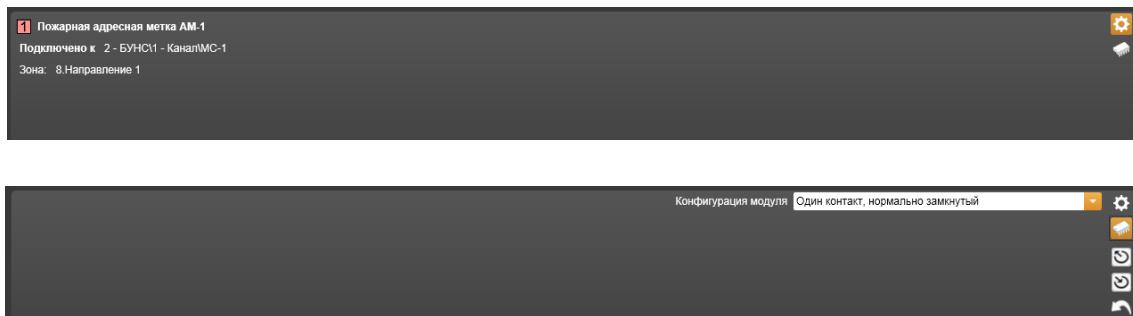

Рисунок 14.3.62 – Свойства Пожарной адресной метки АМ-1 (АМ-1П)
23) **Пожарная адресная метка АМ-1 (АМ-1П)** (Рисунок 14.3.62).
- – **Параметры по умолчанию** – значок, при щелчке на котором происходит считывание параметров из памяти компьютера в таблицу параметров текущей закладки (Нижний рисунок 14.3.62).